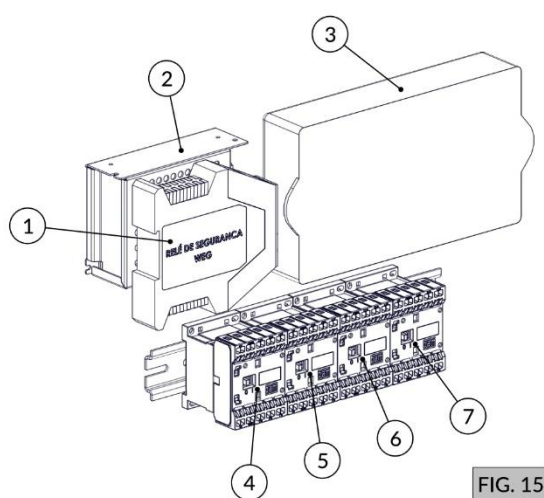
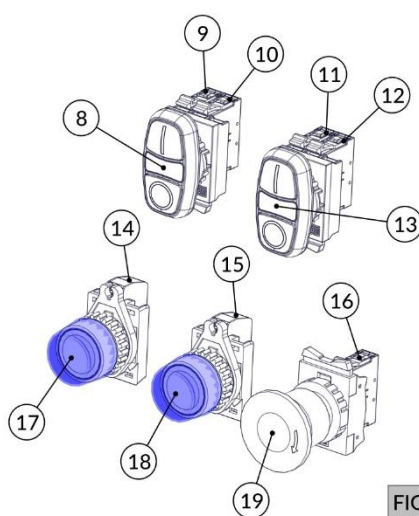

FIG. 15
FIG. 16
- c) Inspeção todo o conjunto de comandos (contatores (FIG. 15), relé de segurança (FIG. 15), chaves de acionamentos (FIG. 16) e chicote elétrico) e verifique se há contaminação destes componentes por agentes externos agressivos ao sistema, tipo: sabão, água, insetos, etc. Verificar também a integridade dos cabos elétricos e seus terminais elétricos. Caso haja contaminação do sistema, deve-se proceder a troca do componente degradado.